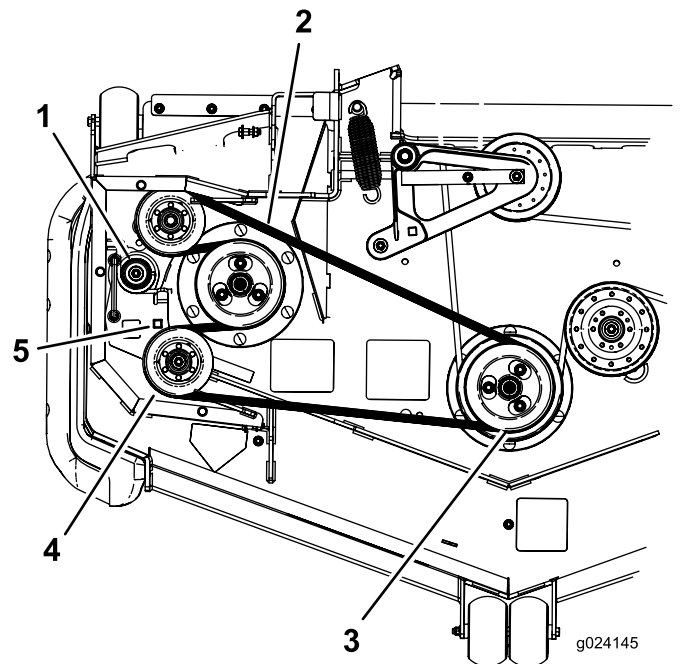

Figure 97
7. Insérez un rochet dans le trou carré du bras de tension pour détendre le ressort de la poulie de tension (Figure 97).
8. Enlevez la courroie de la poulie du tablier de coupe (Figure 97).
9. Enlevez la courroie des poulies restantes (Figure 97).
11. Insérez le rochet dans le trou carré, détendez le ressort et guidez la courroie neuve autour de la poulie de tension (Figure 97).